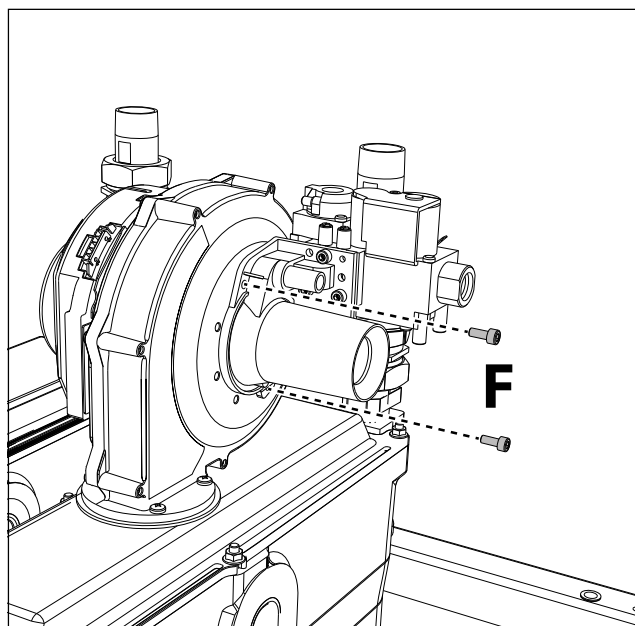
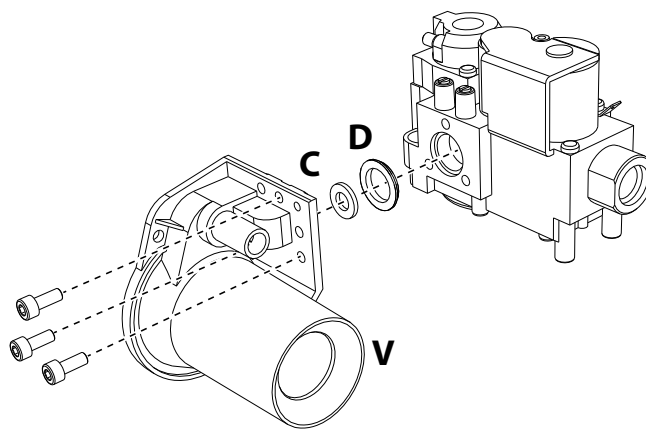

fig. 82
fig. 83
6. Rimuovere il "Gruppo Venturi", dal ventilatore, svitando le due viti "F" (fig. 82).
7. Rimuovere il Venturi "V" svitando le 3 viti (vedi fig. 83).
Sostituire l'ugello gas "C", posizionandolo all'interno della guarnizione "D", con quello contenuto nel kit di trasformazione (vedi fig. 83). Riasssemblare il "Gruppo Venturi" e fissarlo al ventilatore (vedi fig. 83 e fig. 82).